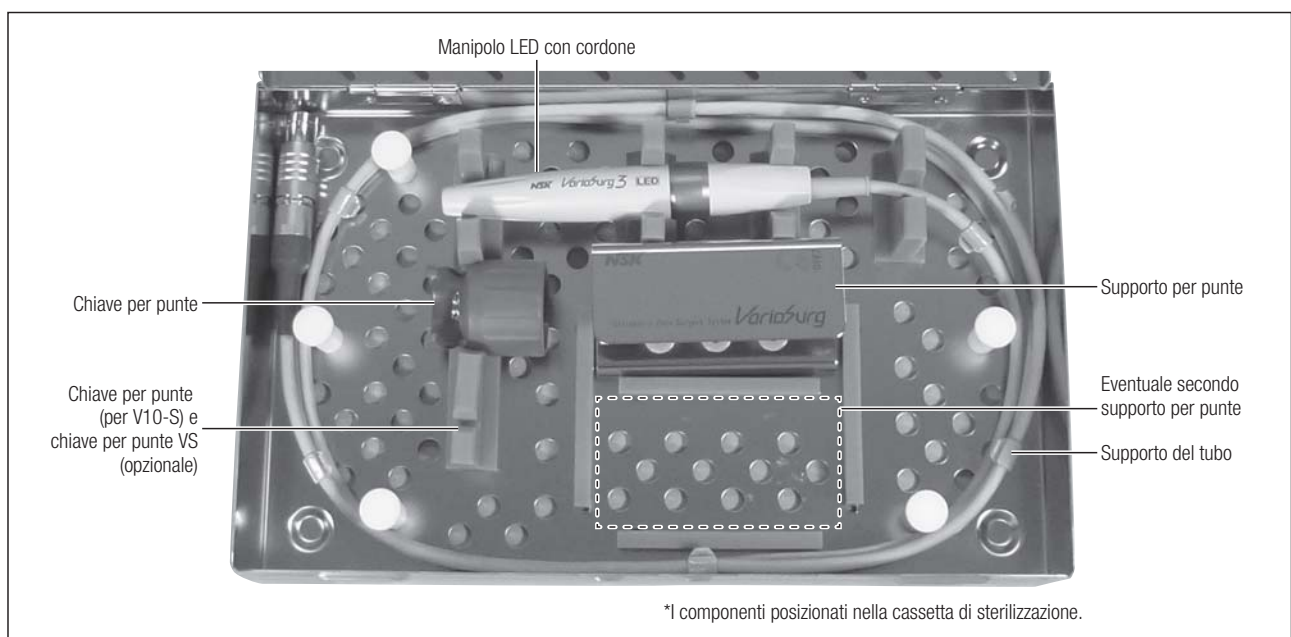

Fig. 24
- 1) Posizionare il manipolo con cordone e chiave della punta nella cassetta di sterilizzazione. (Fig. 24)